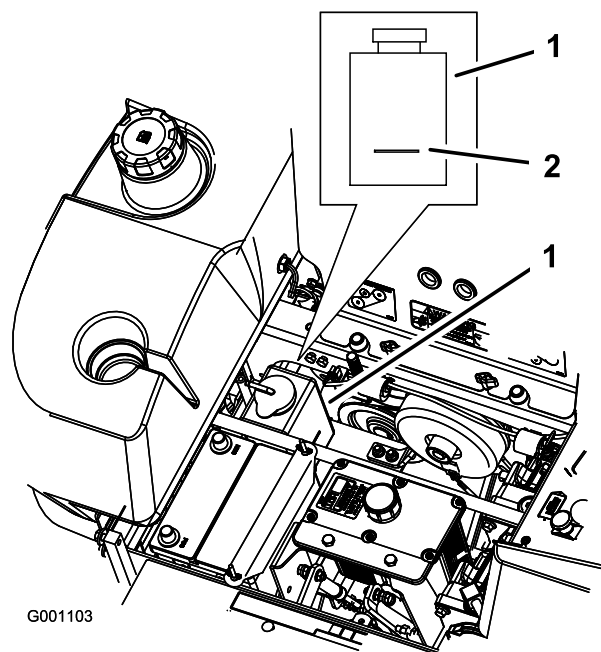

Figura 61
3. Con el motor frío, compruebe el nivel del depósito de expansión. El nivel de líquido debe llegar a la línea en relieve en el exterior del depósito de expansión (Figura 61).
4. Si el nivel de refrigerante es bajo, añada una mezcla al 50% de anticongelante de larga vida/Dex-Cool® y agua al depósito de expansión (Figura 61).
5. Añada la mezcla al 50% de refrigerante al depósito de expansión y llénelo hasta la línea marcada en el depósito (Figura 61).